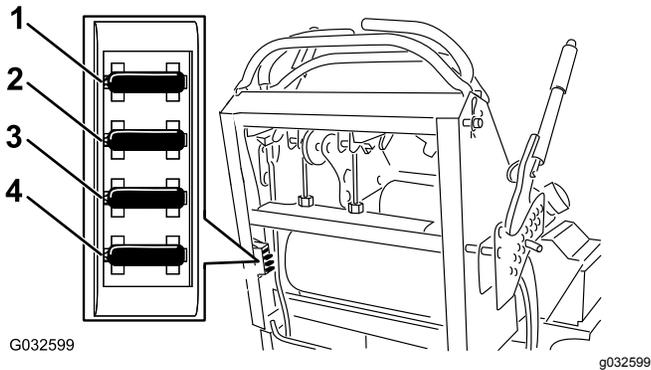

図 54
2. ヒューズを引き出して外し、あるいは交換する **図 54**。